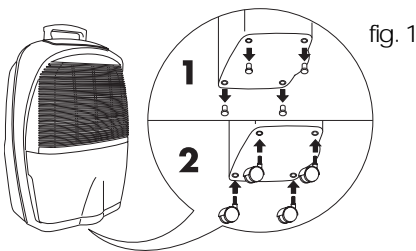

fig. 1
- 2) Retirez les bouchons en caoutchouc du socle de l'appareil en tirant fort ou à l'aide d'une paire de pinces (voir figure 1/1).
- 3) Appliquez les roues en insérant les axes de celles-ci dans les trous (voir figure 1/2).